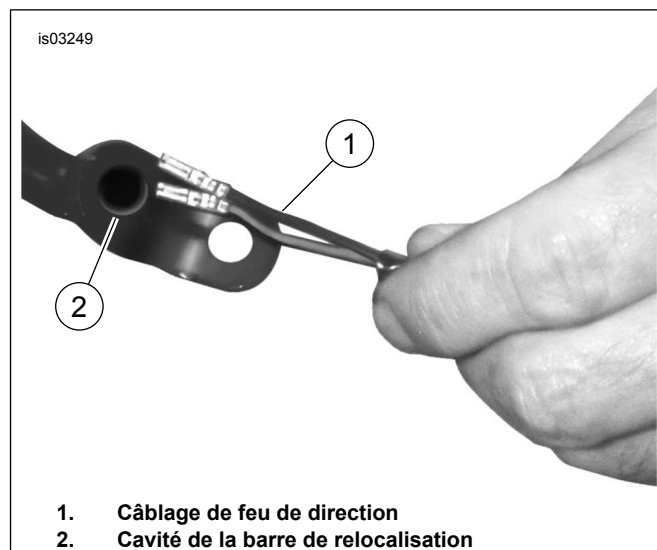

Figure 6. Acheminer le câblage de feu de direction
1. Voir Figure 6. Acheminer le câblage de feu à travers le support de relocalisation de feu de direction.